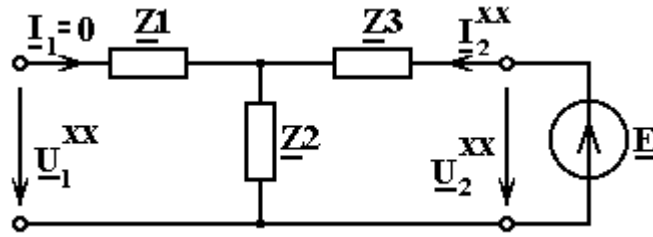

Рис.5.18
3.1. Схема четырехполюсника в режиме холостого хода (рис.5.18)